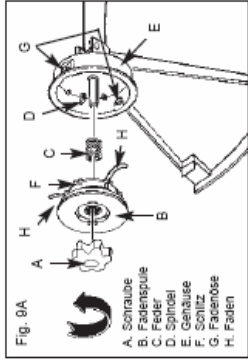
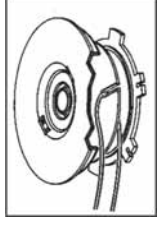

Fig. 9A
Fig. 9B
1. Entfernen Sie die Schraube (A) durch Drehen gegen den Uhrzeigersinn (Fig. 9A). Benutzen Sie ggf. einen Schraubenschlüssel.
2. Entfernen Sie die Fadenspule (B) und Feder (C) von der Spindel (D).
3. Entfernen Sie den verbleibenden Schneidfaden (H).
4. Legen Sie einen 14" (4.3 m) langen mit .080" (2mm) Durchmesser Faden zusammen. Legen Sie das Schlaufenende in den Schlitz der Fadenspule ein (Fig. 9B).